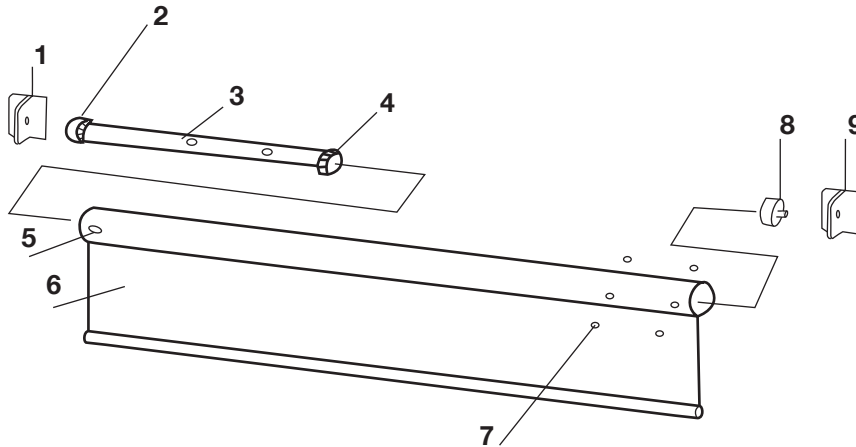

Fig. 11
3.2 Secuencia de instalación (Fig.11)
Paso 1 – Instalar el adaptador (4) en el motor (3) y medir la distancia entre el adaptador y la corona (2), luego introducir ambos en el tubo giratorio (5) la corona (2) enfrente de una abertura del tubo giratorio.